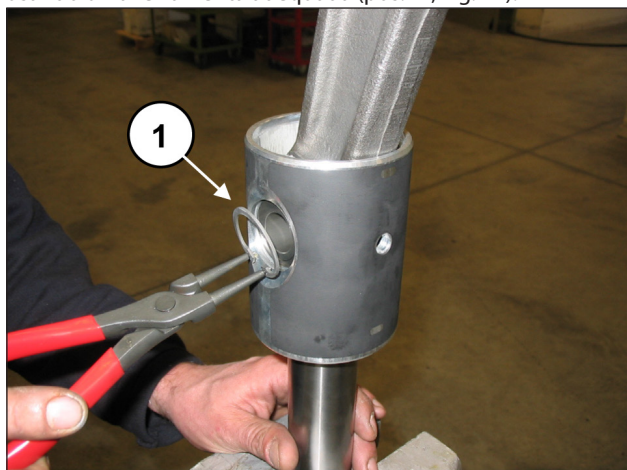
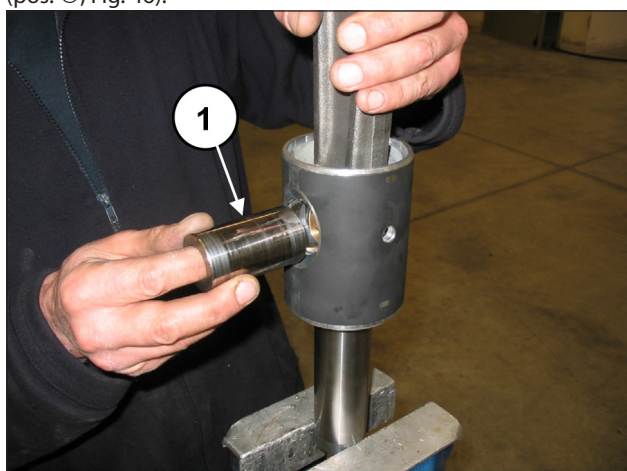
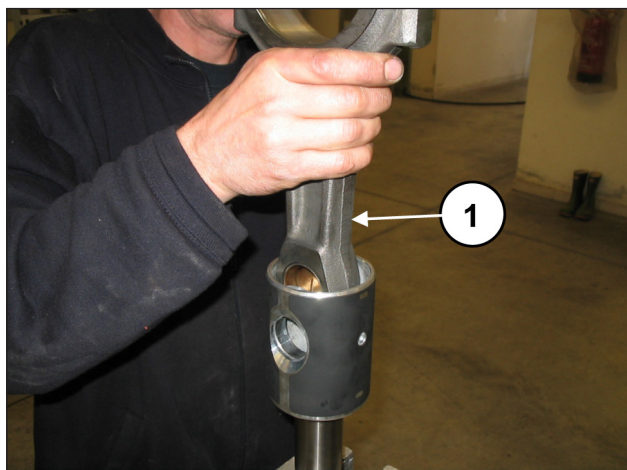

Fig. 44
Fig. 45
Fig. 46
Remova os dois anéis circulares de bloqueio da cavilha, usando uma ferramenta adequada (pos. ①, Fig. 44).
Solte a cavilha (pos. ①, Fig. 45) e forneça a extração da haste (pos. ①, Fig. 46).
Insira a haste na guia do pistão (pos. ①, Fig. 46) e, em seguida, insira o pino (pos. ①, Fig. 45). Aplique os dois anéis circulares cabeça sextavada com a ferramenta adequada (pos. ①, Fig. 44).